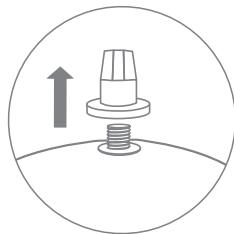

Рис. 13
4. Удалите транспортную заглушку (рис. 13), которая закрывает резьбовой штуцер \*\* подключения воды. На пластиковом баке проверьте наличие уплотнительной прокладки у основания штуцера.